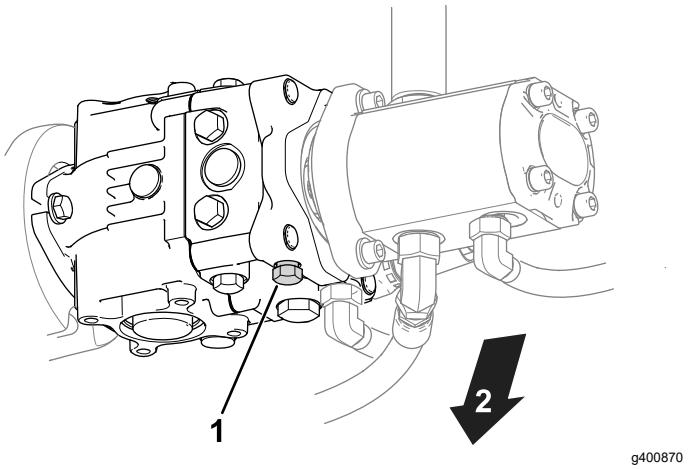

Figura 31
1. Localice la válvula de desvío en la bomba (Figura 31).